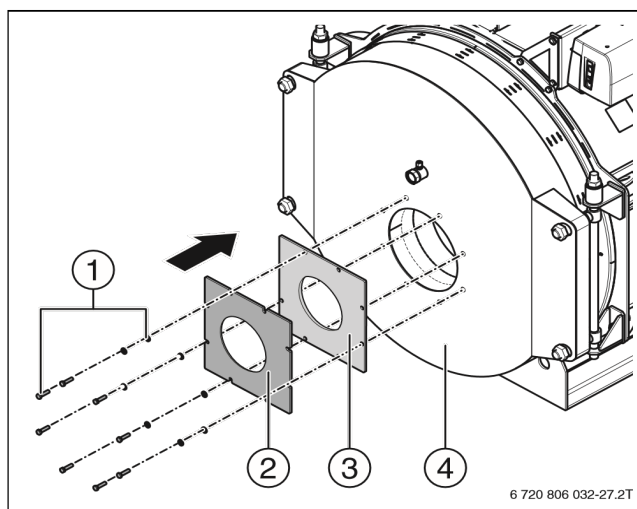

Рисунок 16 Монтаж пластины под горелку
- Наденьте уплотнение на фланец горелки (Рисунок 16, [3]).